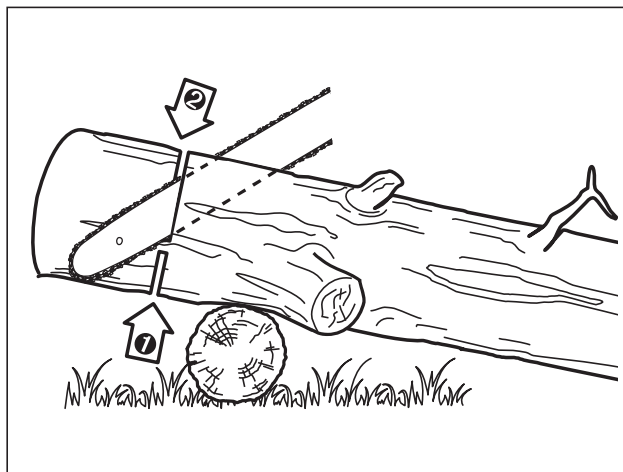

Fig. 25
2. Cuando el tronco está soportado en un extremo, corte 1/3 del diámetro del lado inferior (tronzado desde abajo). Luego realice el corte final tronzando desde arriba para llegar hasta el primer corte (Fig. 25).